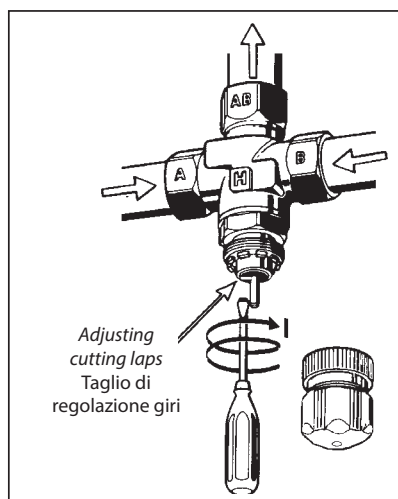

Fig. 2
- Screw the rubber cap down until it stops (Fig. 2). This will be the widest position for the bypass: laps = 0 = TB max (110 °C)
- con un cacciavite avvitare a fondo la bussola in gomma (Fig. 2). Questa sarà la posizione di massimo by-pass: numero giri = 0 = TB max consentita (110 °C)